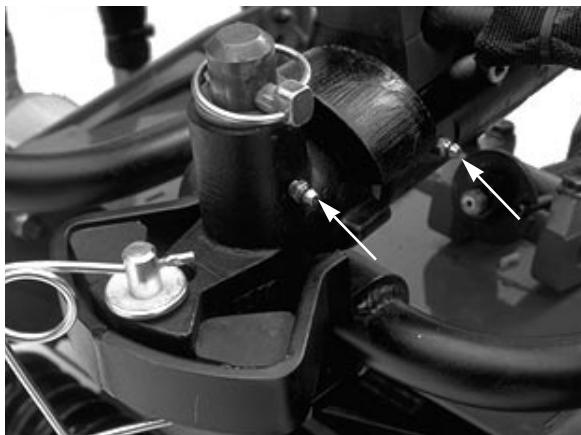

Figure 22
GRAISSAGE DES ROULEMENTS ET BAGUES (Fig. 22 à 30)
1. Position et nombre des graisseurs: Châssis porteur et pivot des unités de coupe (2 chacun) (Fig. 22); Barre d'accouplement d'essieu arrière (2), joints à rotule du cylindre de direction (2), (Fig. 23); Vérins de relevage avant (2), (Fig. 24); Vérin de relevage avant (1), (Fig. 25); Pivot de vérin de relevage arrière (2), (Fig. 26); Pivot de bras de relevage (3), (Fig. 27); pivot d'essieu arrière (Fig. 28); Pivots des bras de relevage arrière (2) (Fig. 29) et arbre de la pédale de frein (1) (Fig. 30).